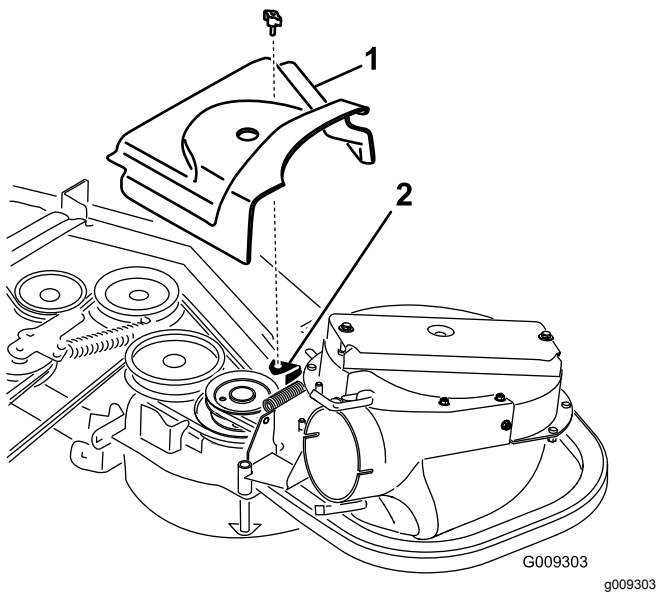

Figure 32
2. Montez le nouveau protège-courroie de sorte que les crans situés de chaque côté passent par-dessus les supports du couvercle et fermez le verrou (Figure 31 ou Figure 32).